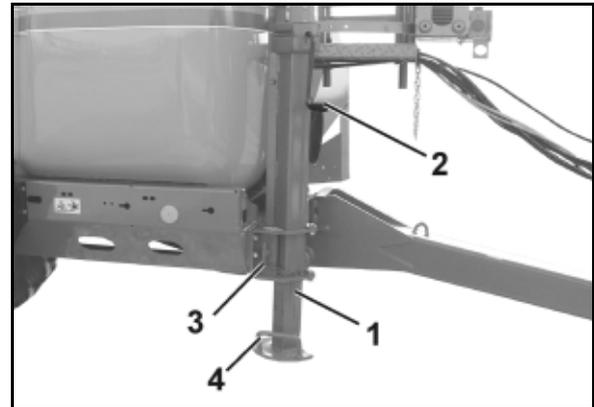

Fig. 22
- Stützfuß angehoben während des Einsatzes (Fig. 22/1).
1. Mit der Kurbel (Fig. 22/2) Stützfuß hochkurbeln.
2. Klappstecker lösen und Bolzen (Fig. 22/3) ziehen.
3. Stützfuß am Griff (Fig. 22/4) anheben, mit Bolzen im unteren Loch abstecken und mit Klappstecker sichern.